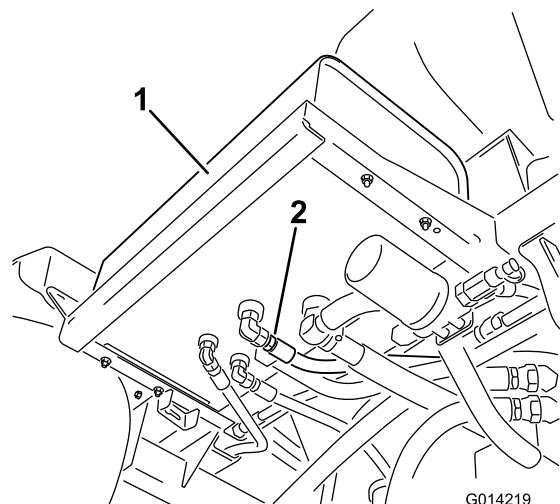

Figura 72
2. Pulite l'area attorno ad un connettore del flessibile idraulico sul fondo del serbatoio dell'olio idraulico (Figura 72).
4. Togliete il connettore del flessibile dal serbatoio, lasciando spurgare l'olio nella bacinella (Figura 72).